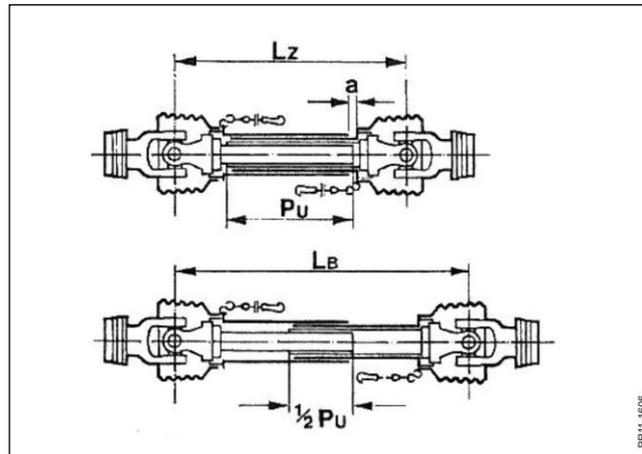

Fig. 2.8
- Fig. 2.8** Régler la longueur de l'arbre de prise de force de façon à obtenir:
IMPORTANT: Les mesures de recouvrement indiquées pour les arbres d'entraînement de prise force doivent être prises comme sur la figure 2.8.